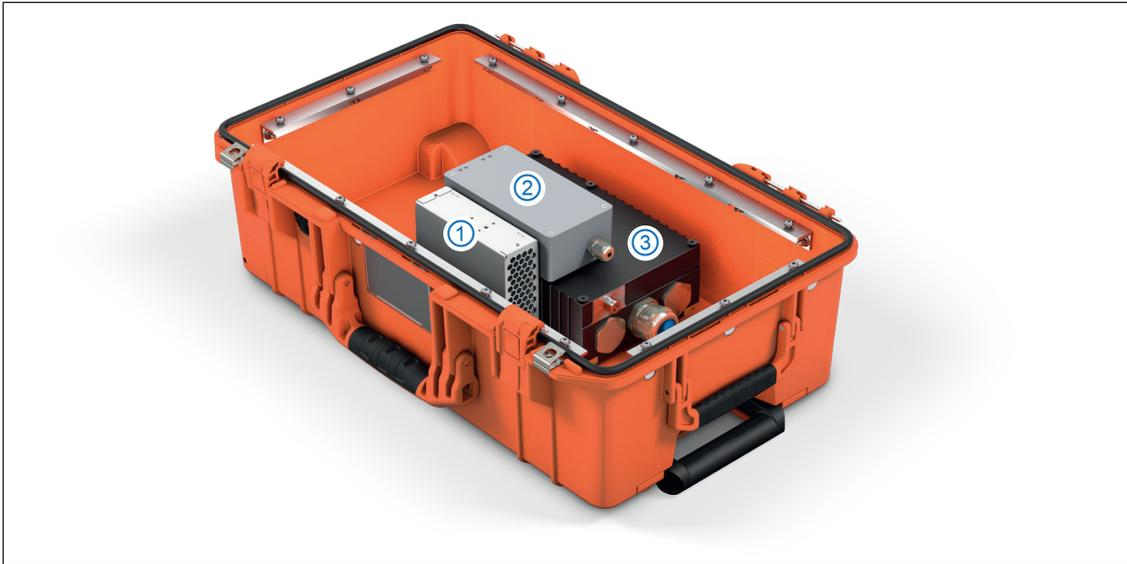

Abb. 3-3: Im Messkoffer verbaute Kernkomponenten
Die AC-Adapterkabel werden an die Buchsen **INPUT** und **OUTPUT** des Messkoffers angeschlossen. Mit der Ausnahme von **L1**, **L2** und **L3**, die durch das HV BM 3.1 OBC (Abb. 3-3, ③) geführt werden, um die drei Leiterströme messen zu können, sind die Kontakte dieser beiden Buchsen direkt von der einen Seite zur anderen Seite verbunden. Die Phasenspannungen werden vom HV BM 3.1 OBC wahlweise gegen **N** oder **PE** gemessen, je nachdem, wie der Umschalter "Reference potential" (Abb. 3-2, ④) eingestellt ist. Die Sicherheitsbananenbuchsen (Abb. 3-2, ⑤) kontaktieren **L1**, **L2** und **L3** sowie **PE** und **N**.
Die **IN**-Buchse ① wird über ein im Messkoffer installiertes Verbindungskabel (Abb. 3-2, ⑥) mit der Buchse **ECAT** des im Messkoffer verbauten HV BM 3.1 OBC (Abb. 3-3, ③) verbunden. Weitere Informationen zum Messmodul AD4 IG1000 finden sich in der entsprechenden technischen Dokumentation.